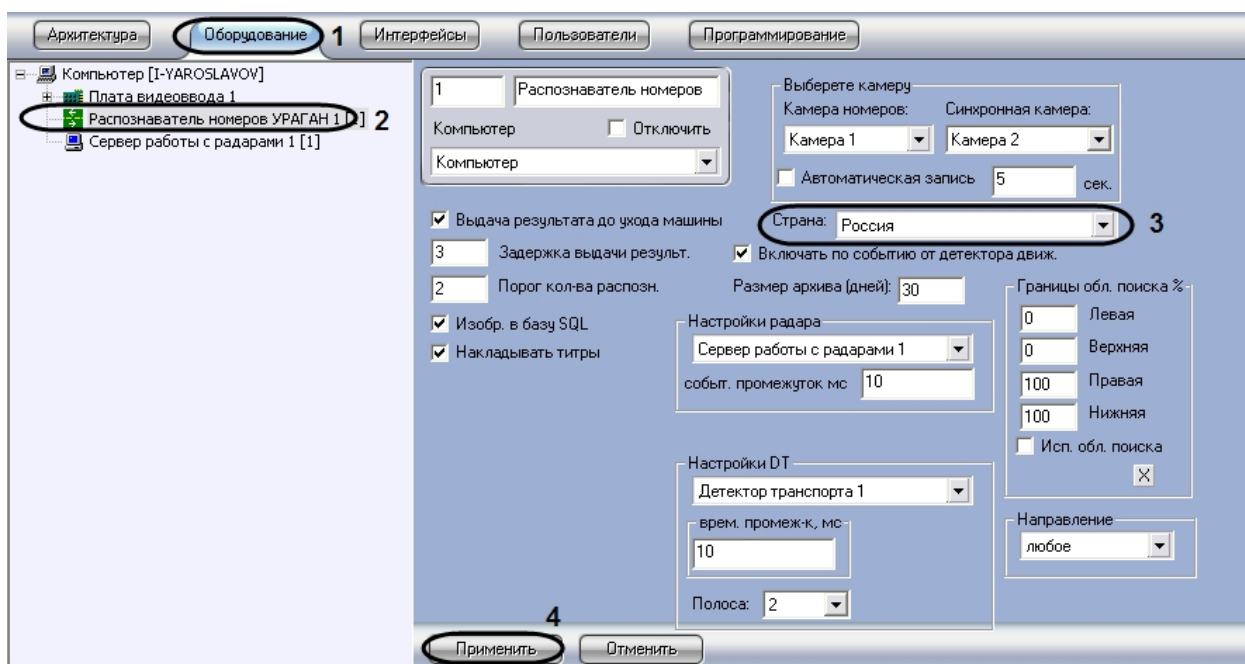

Рис. 31. Выбор государства – эмитента
2. В дереве объектов на вкладке «Оборудование» выбрать объект «Распознаватель номеров УРАГАН», соответствующий настраиваемому программному модулю «Ураган». В правой части вкладки «Оборудование» отобразится панель настройки выбранного объекта (см. Рис. 31).